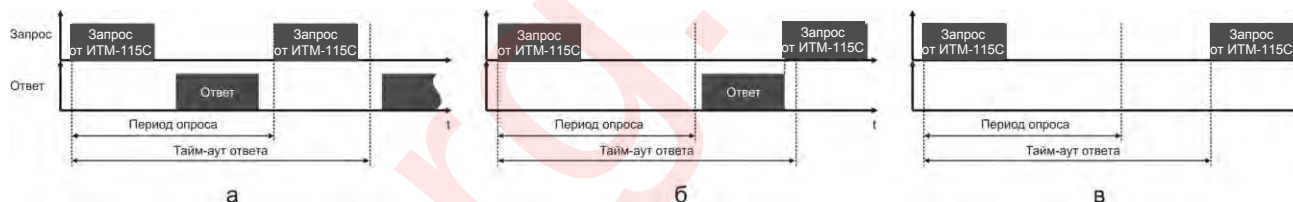

Рисунок 3.2 - Временные диаграммы приема-передачи данных ИТМ-115С в режиме MASTER
- В *параметрах 07.Pr и 08.tM* задаются период опроса и тайм-аут ответа соответственно. Период опроса задается в пределах 1-10000мс. При нормальной работе за время этого периода прибор должен успеть передать запрос и принять ответ (рис. 3.2.а). По истечении времени периода идет следующий запрос. Таким образом, каждый период ИТМ-115С будет получать данные от запрашиваемого индикатора. Если же за время периода опроса ответ не приходит, посылка следующего запроса ожидается до истечения времени тайм-аута ответа. Если ответ придет до окончания тайм-аута, то сразу после его получения будет отправлен следующий запрос (рис. 3.2.б). Если ответа не будет до окончания таймаута, тогда будет следующий запрос (рис. 3.2.в), и при этом светодиод ИНТ будет гореть до момента получения ответа. После пяти тайм-аутов с неполученным ответом параметр на цифровом дисплее начнет мигать.